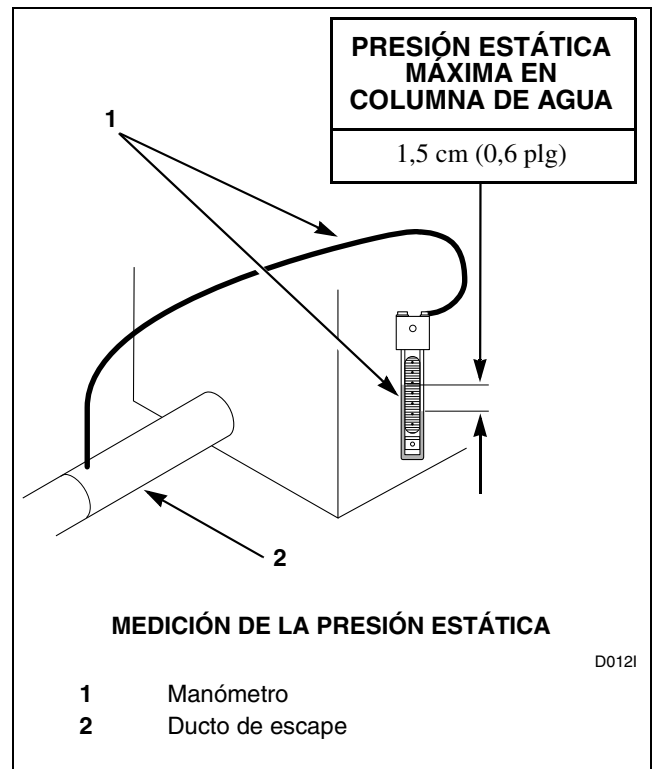

Figura 45
La presión estática del ducto de escape de la secadora no debe ser mayor a la que se indica en la *Figura 45*. (Revise la presión con la secadora funcionando sin carga de ropa).
**NOTA:** La presión puede medirse colocando un manómetro en el ducto de escape a aproximadamente 61 cm (2 pies) de la secadora. Consulte la *Figura 45*.